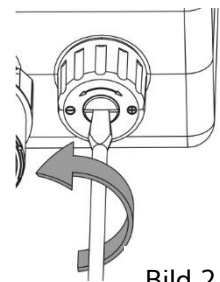

Bild 2
- Die Feststellschraube unter dem Griff (Lieferumfang Übersicht Nr. 4) lösen (siehe Bild 2)